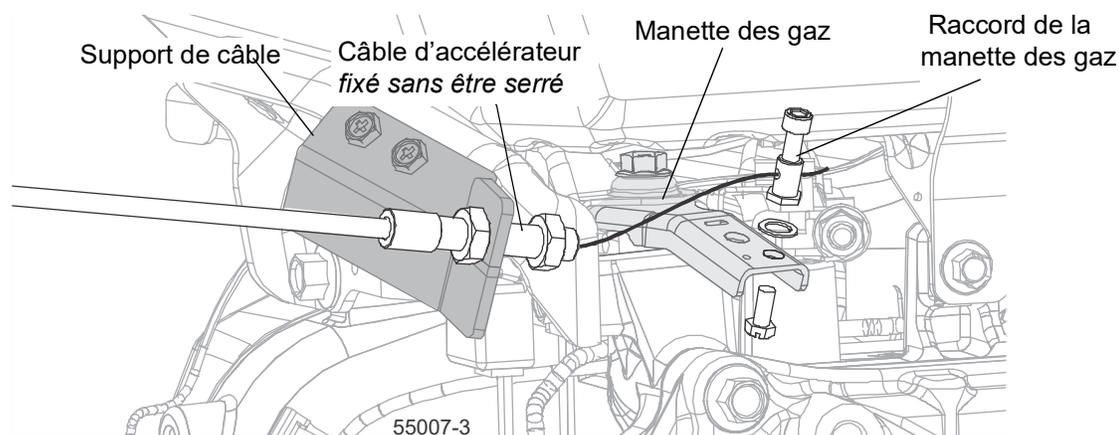

FIG. 3-20
11. Fixez sans serrer le câble d'accélérateur au support de câble. Voir Figure 3-20.
12. Insérez le raccord de la manette des gaz dans le support de la manette des gaz. Voir Figure 3-20.